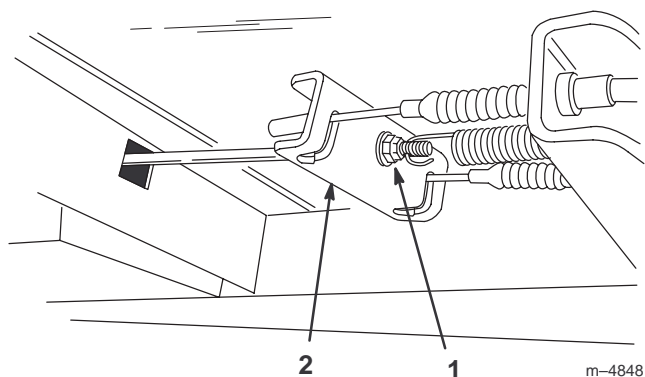

Figure 31
3. Serrez la vis de réglage du câble située au-dessous du plancher, jusqu'à ce que les câbles soient bien serrés dans l'équilibreur (Fig. 31). Ne serrez pas excessivement. La pédale de frein doit s'enfoncer légèrement avant que le frein ne commence à serrer.